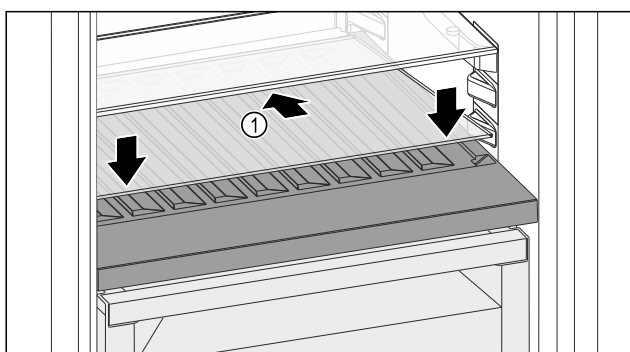

Fig. 118
- ▶ Ustawić płytę szklaną Fig. 118 (1) pod ukosem, nachyloną do tyłu w dół.
- ▶ Opuścić płytę szklaną Fig. 118 (1) z przodu.